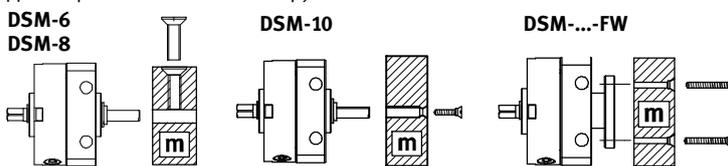

Fig. 5
- Задвиньте полезную нагрузку на выходной вал (вал со шпонкой/вал с фланцем) (Fig. 5)